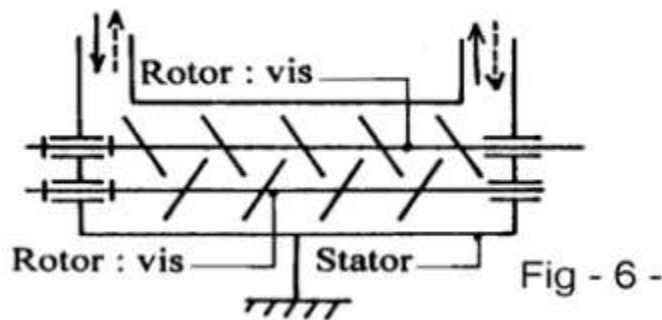

Figure.6 - Pompes à vis.
2.5- Pompes à vis : (fig. 6 -)